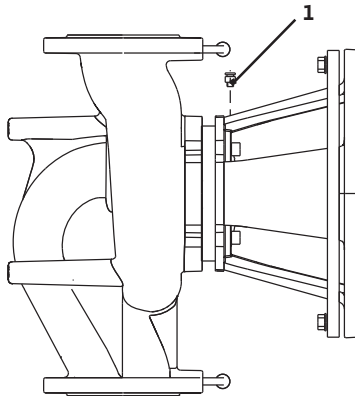

Fig. 43: Avluftningsventil
- Avlufta pumpen genom att lossa avluftningsventilen (fig. 43, pos. 1). Torrkörning förstör pumpens mekaniska axeltätning. Differenstrycksgivaren får inte avluftas (risk för skador).